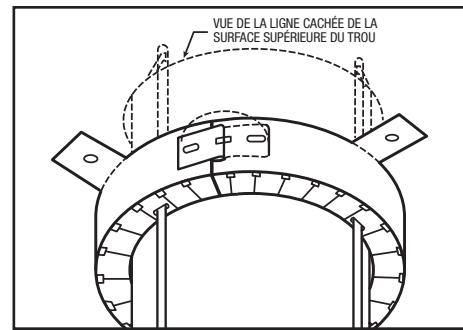

Figure 4 : Faire glisser les courroies, faire en sorte que le dispositif pour tuyaux en plastique affleure la surface de substrat, verrouiller et fixer.
D. Faire glisser les courroies d'ancrage ultra rapides dans l'espace annulaire compris entre le tuyau et le contour de l'ouverture jusqu'à ce qu'elles atteignent le bord opposé de l'ouverture (Figures 4 et 8).
E. Faire glisser le dispositif pour tuyaux en plastique afin qu'il affleure la surface du substrat et bloquer le dispositif pour tuyaux en plastique en plaçant le loquet à la dernière position de verrouillage. Enfin, plier complètement la languette de verrouillage afin de bien fixer le dispositif (Figure 4).